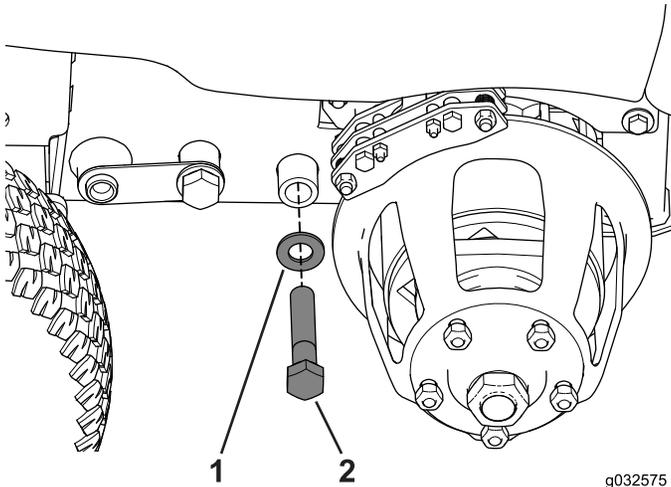

Figura 77
- Montate il bullone ($\frac{3}{4}$ " x 4") come mostrato nella Figura 77